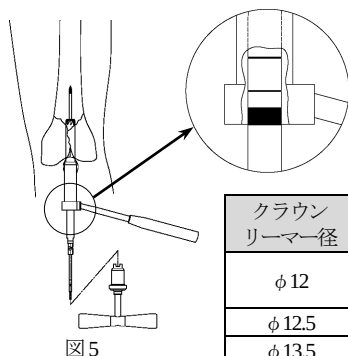

図 5
- スキンプロテクターを介し、イメージインテンシファイヤー（X 線透視）で確認しながらクラウンリーマーでガイドピンに沿ってリーミングします。リーミング深さは約 80mm を目安とします（クラウンリーマー軸上のラインマーキングがスキンプロテクター後端に隠れる位置まで）。（図 5）